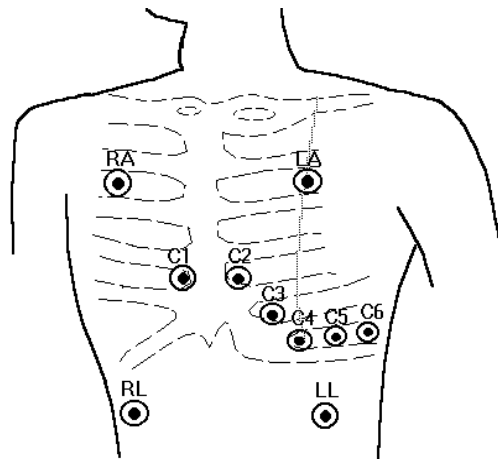

Abbildung 6.1
- Platzieren Sie die Elektroden in korrekter Position (siehe Abbildung 6.1).